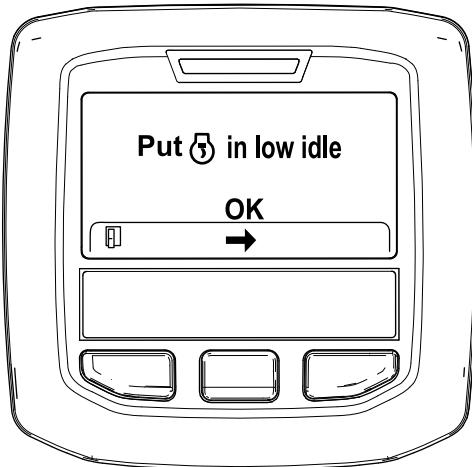

Figura 41
6. Mueva el control del acelerador en RALENTÍ BAJO y pulse el botón central (Figura 41).